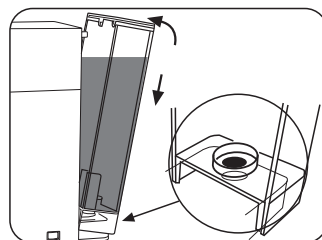

Fig.3
- Remettre le réservoir en l'inclinant légèrement et en l'appuyant sur la vanne se produise. Afin d'éviter les pertes d'eau, contrôler que le réservoir soit bien fixé (**Fig.3**)